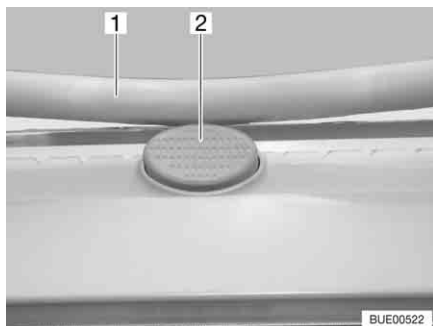

Fig. 68 Bouton de sûreté sur le lanterneau Heki
- Appuyer sur le bouton de sécurité (Fig. 68,2) et tirer l'étrier (Fig. 68,1) vers le bas avec les deux mains.
- Pousser l'étrier vers le haut avec les deux mains jusqu'à ce que ce dernier se trouve au-dessus du bouton de sûreté (Fig. 68,2).